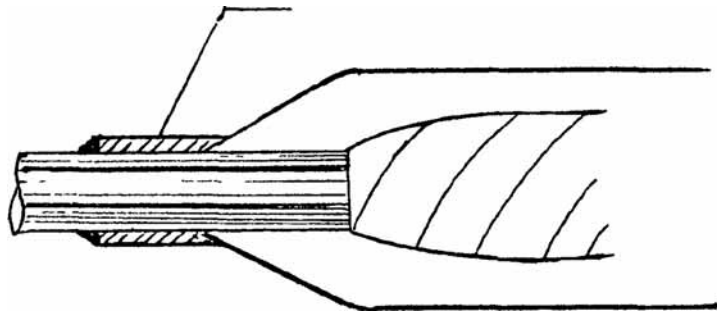

Рис. 4.9 Намотка ленты ВМ возле крайнего стыка свинцовой муфты
4.4.1. После установки свинцовой муфты над срезом, на свинцовую оболочку возле ее стыков наматывают 3-4 слоя ленты ВМ (рис. 4.9).